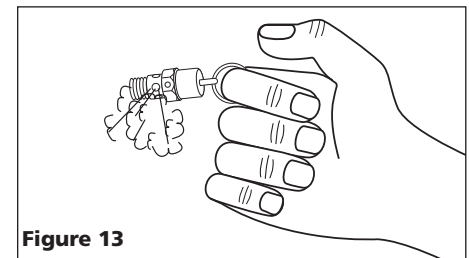

Figure 13
- b. Porter des lunettes de sécurité, tirer l'anneau sur la soupape de sûreté pour dégager la pression du réservoir du compresseur. Il faut se protéger de l'air se déplaçant rapidement et pouvant être déchargé, ne permettez pas à l'air se déplaçant rapidement d'être dirigé vers votre visage (voir la Figure 13).